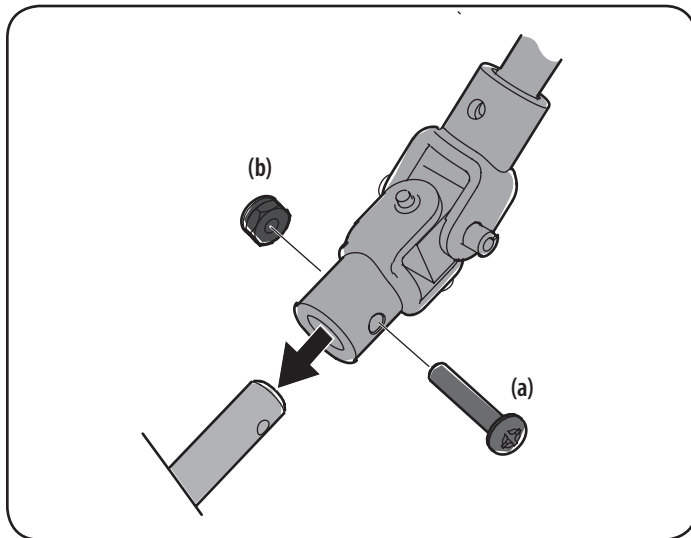

Figura 8
3. Retire el tornillo (a) y la tuerca hexagonal (b) de la junta universal. Consulte la Figura 8.
4. Coloque la junta universal en el extremo de la varilla del canal como se indica en la Figura 8.
5. Sujete la junta universal con la tuerca de seguridad hexagonal (b) y el tornillo (a) que extrajo previamente en el Paso 3. Consulte la Figura 8.